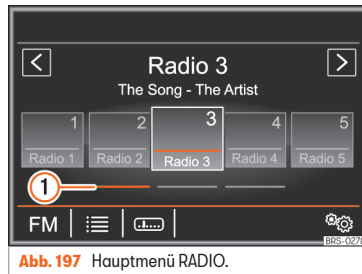

Abb. 197 Hauptmenü RADIO.
- **ODER:** Drücken Sie eine der Funktionsflächen » Abb. 197